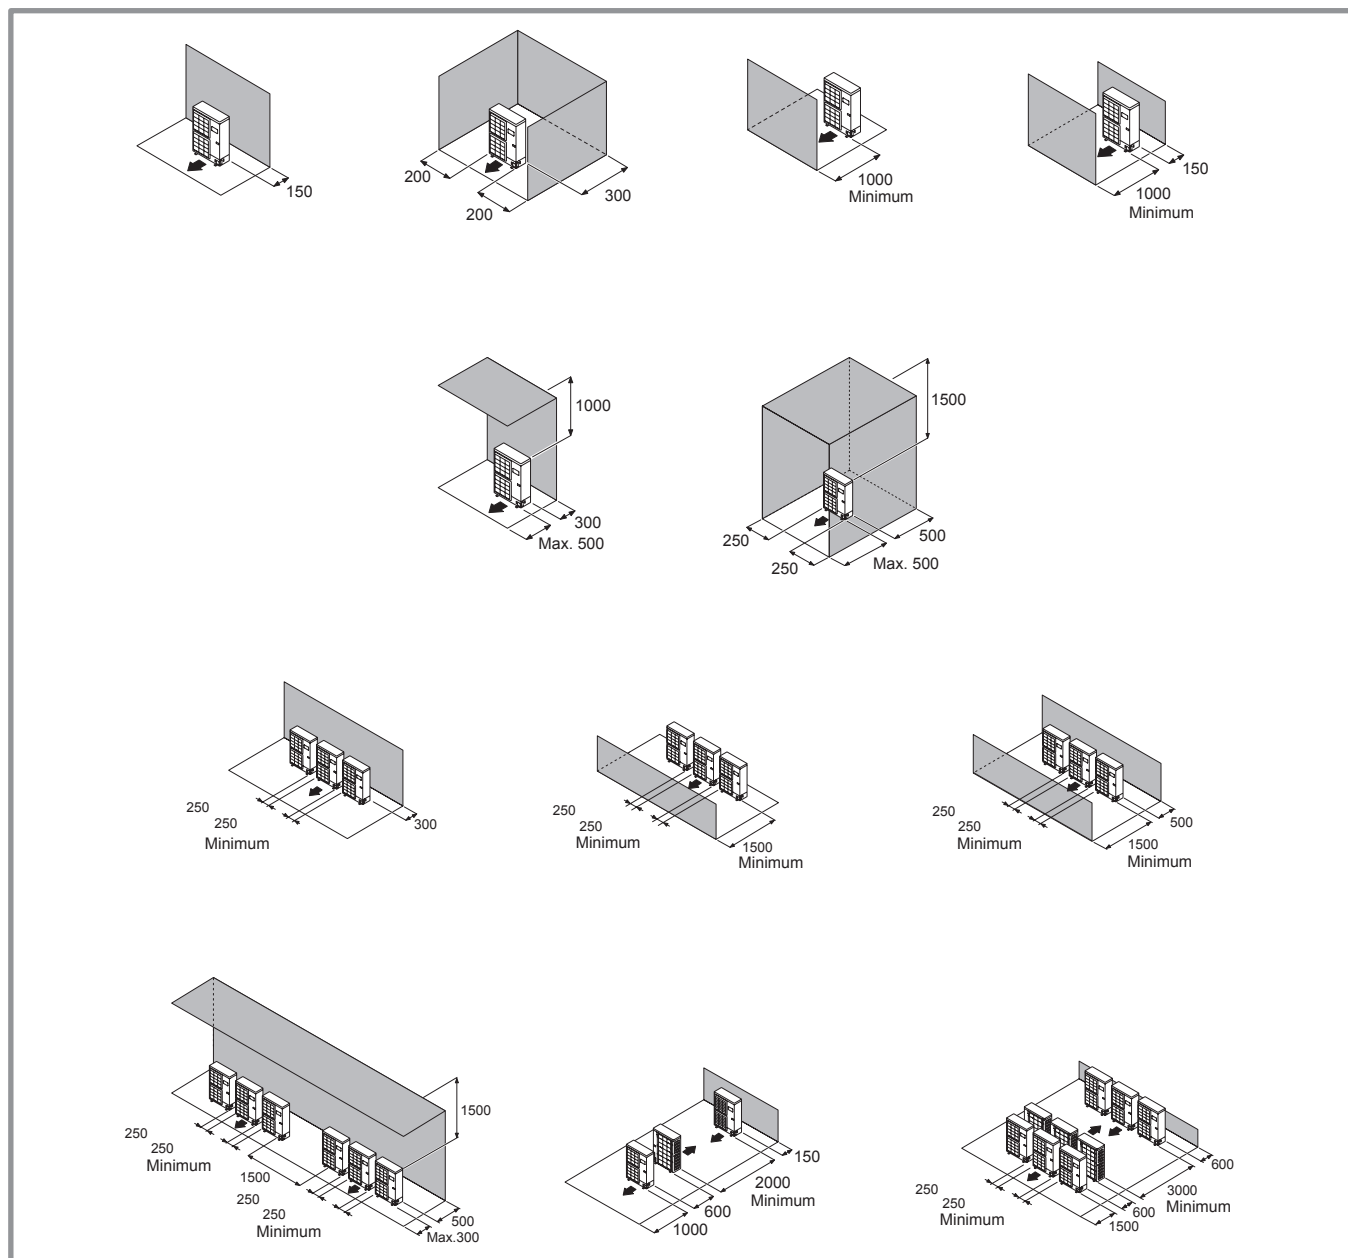

figura 12 - Separaciones mínimas de instalación alrededor de la unidad exterior
- ☞ **La unidad exterior debe instalarse exclusivamente en el exterior (fuera). Si se precisa una protección, ésta debe tener amplias aberturas en las 4 caras y debe respetar las separaciones de instalación (figura 12).**
- El aparato debe estar perfectamente accesible para los trabajos posteriores de instalación y mantenimiento (figura 12).
- Ningún obstáculo debe impedir la circulación del aire a través del evaporador y en la salida del ventilador (figura 12).